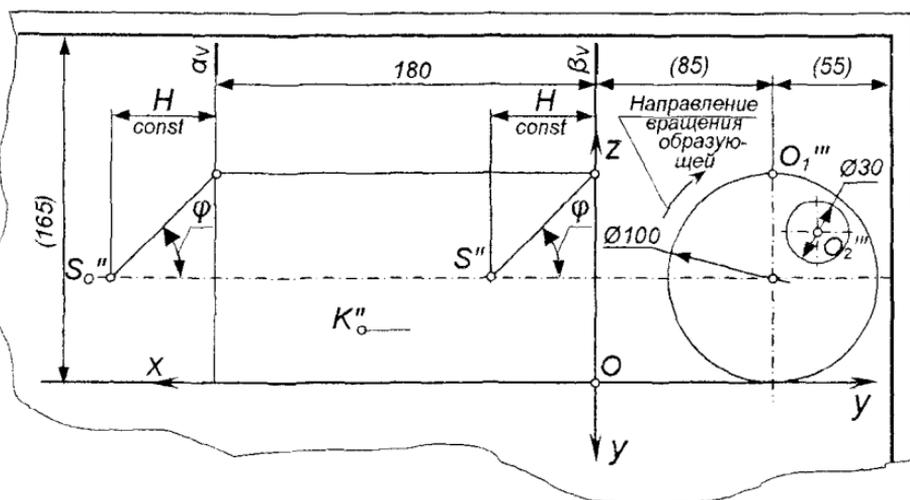

Рис. 15.10. Графическая часть условия к графической работе №10 «Косой геликоид»
1. По приведенному рис. 15.10 с установочными размерами, заданными в табл. 15.1 координатами точек  $S(S'')$ ,  $K(K'')$  и  $O_2(O_2'')$  построить фронтальную и профильную проекции косого геликоида со срезами профильными плоскостями  $\alpha_V$  и  $\beta_V$  по длине 180 мм.